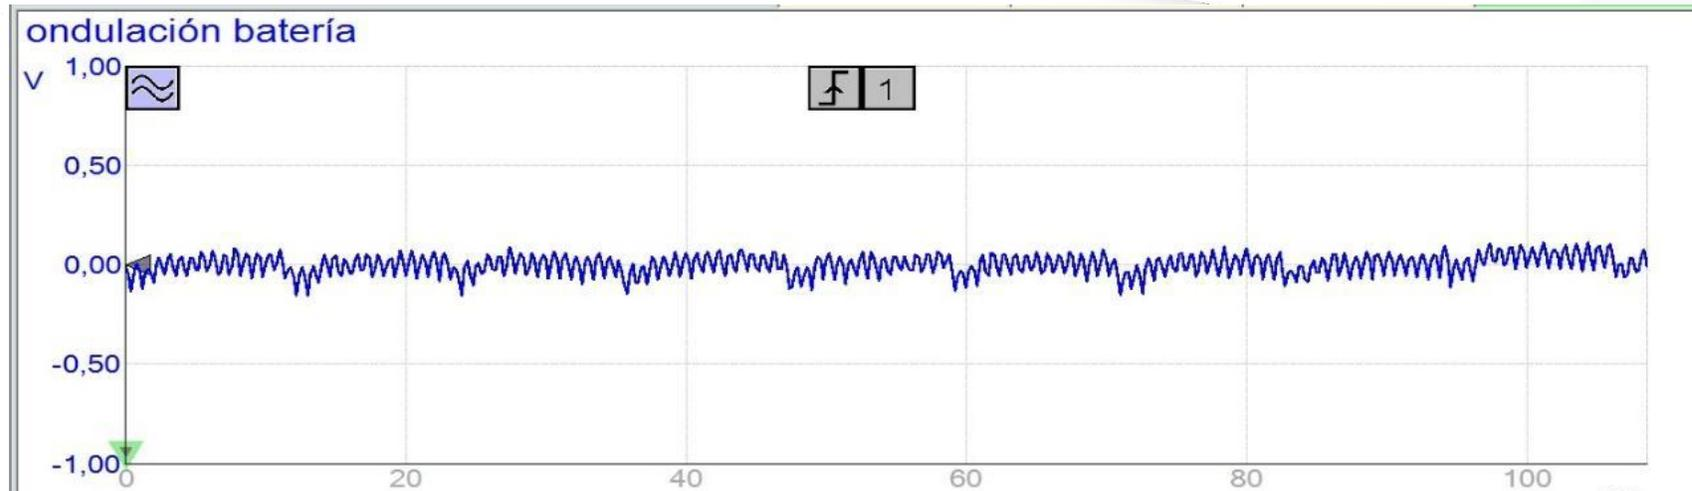

Imagen 53
- El ejemplo de ondulación mostrado en la *imagen 53* muestra la salida rectificadora del alternador. Esta ondulación muestra que la salida es correcta y no presenta fallos en las bobinas ni en los diodos.